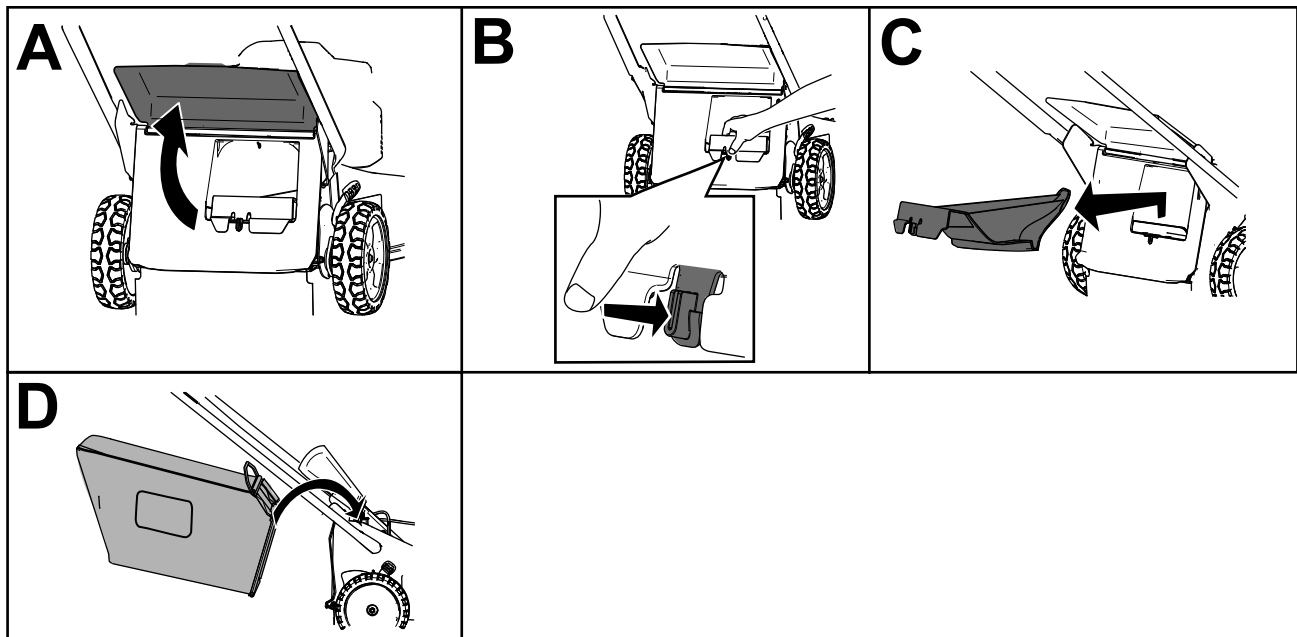

Figure 18
Remarque: Pour déverrouiller l'obturateur arrière, tournez le levier situé dessus vers la droite (Figure 18).
3. Soulevez le déflecteur arrière et gardez-le dans cette position (A de la Figure 18).
4. Retirez l'obturateur d'éjection arrière en appuyant sur le verrou avec le pouce et en tirant l'obturateur hors de la machine (B et C de Figure 18).
5. Placez les extrémités de la tige du bac dans les crans à la base du guidon et basculez le bac d'avant en arrière pour vous vérifier que les extrémités de la tige sont bien engagées au fond des deux crans (D de Figure 18).
3. Sortez la tige du bac à herbe des crans à la base du guidon (A de Figure 18).
4. Installez l'obturateur d'éjection (B de Figure 18).
5. Abaissez le déflecteur arrière (C de Figure 18).